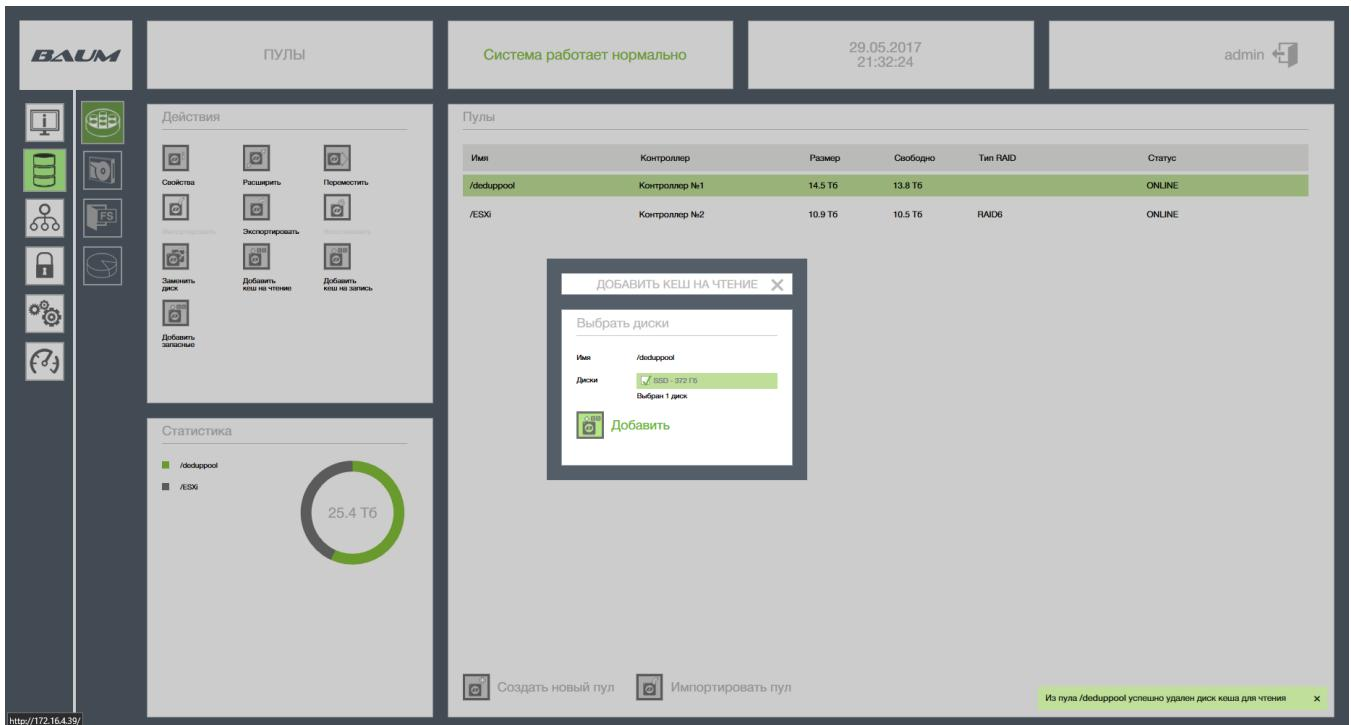

Рисунок 30 - Добавление в пул кэш на чтение
- 3) В окне «Действия» добавить «кэш на чтение» (см. Рисунок 30).